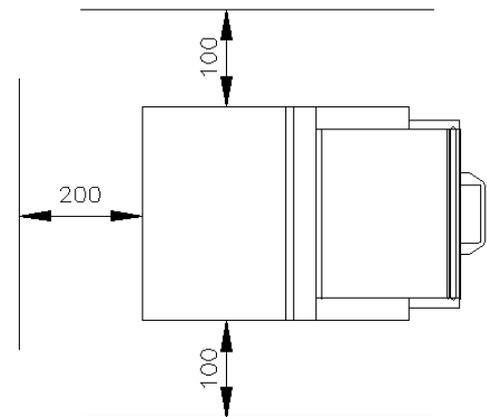

Abb. 5
- Der Bediener muss das Gerät ungehindert benutzen können. Die seitlichen Abstände zur nächsten Wand oder zum nächsten Gegenstand müssen für eine angemessene Kühlung des Gerätes wie in Abb. 5 dargestellt eingehalten werden.